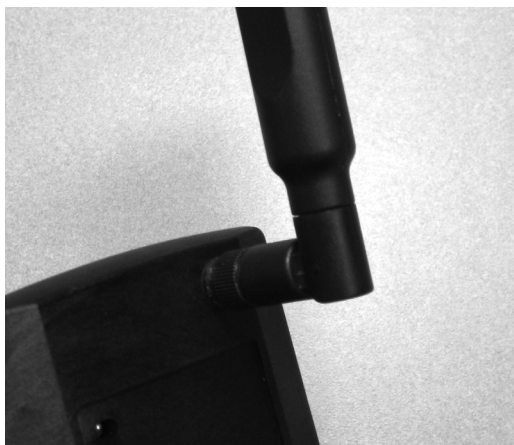

Figure 3-9. Installation de l'antenne
13. Enfilez l'antenne dans l'appareil Mobile Link. Tournez dans le sens des aiguilles d'une montre jusqu'à ce qu'elle soit serrée. Positionnez l'antenne comme l'indique la Figure 3-9.